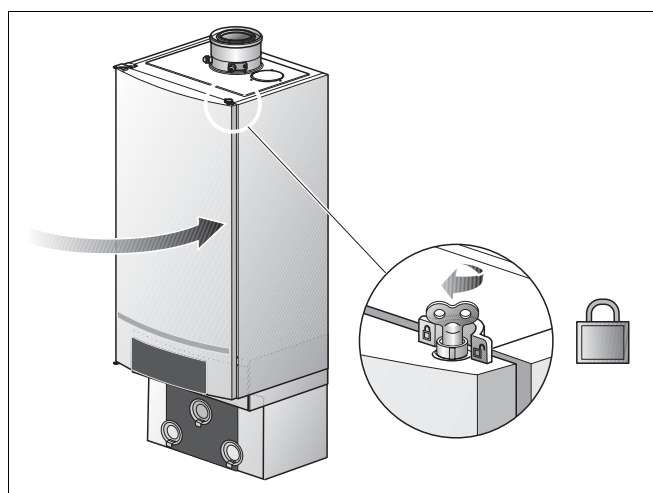

Fig. 95 Închideți ușa cazanului
- Închideți ușa cazanului (Fig. 95) și zăvorâți lacătul cu o rotație de $\frac{1}{4}$ de tura la dreapta.